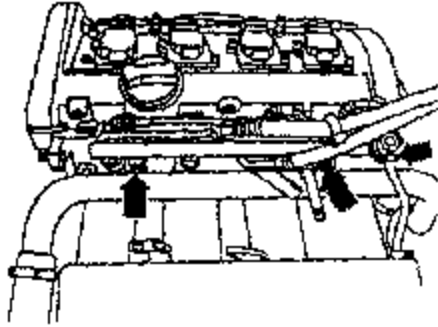

图 2-52 拆卸真空管
④拆下燃油歧管紧固螺栓，将真空管拉离燃油压力调节器（如图 2-52 所示）。将带喷油器的燃油歧管从进气歧管上拆下，并置于发动机舱后面的干净布上。